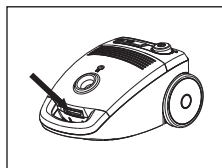

Abb. 13
2. Ziehen Sie den Schlauch aus der Öffnung und öffnen Sie den Bodenstaubsauger durch das Drücken der Taste an der Unterseite des Handgriffes und durch ein Anheben der Abdeckung des Bodenstaubsaugers (Abb. 13).